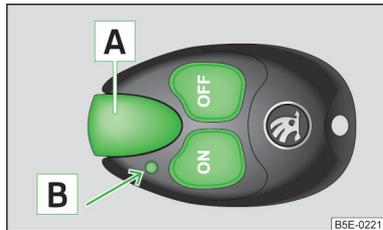

Abb. 127
**Bildbeschreibung** » **Abb. 127**
Anzeige Kontrollleuchte B » Abb. 127	Bedeutung
Anzeige Kontrollleuchte  » Abb. 127	Bedeutung